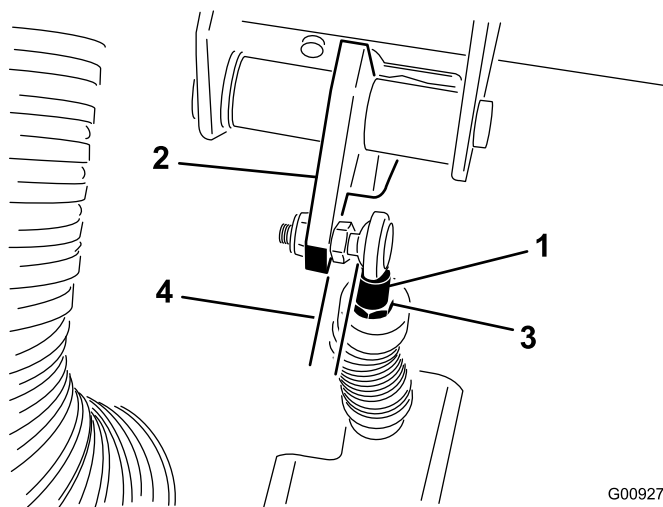

Figure 65
**Important:** La tige d'embout doit être d'équerre sur la rotule, sans vriller, et rester parallèle à la pédale d'embrayage quand l'écrou de blocage est serré (Figure 65).